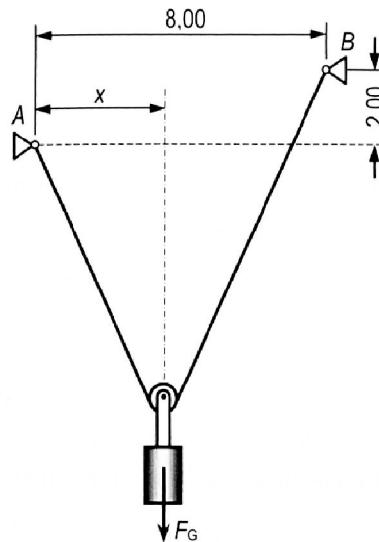

Bild 3.21: Seil mit belasteter Rolle
- Ein Seil der Länge 15 m ist an den Stellen A und B befestigt (**Bild 3.21**). Auf das Seil wird eine mit der Gewichtskraft $F_G = 700 \text{ N}$ belastete Rolle gesetzt. Welche Gleichgewichtslage stellt sich ein? ($x = ?$) Wie groß ist die Seilkraft F_s ?